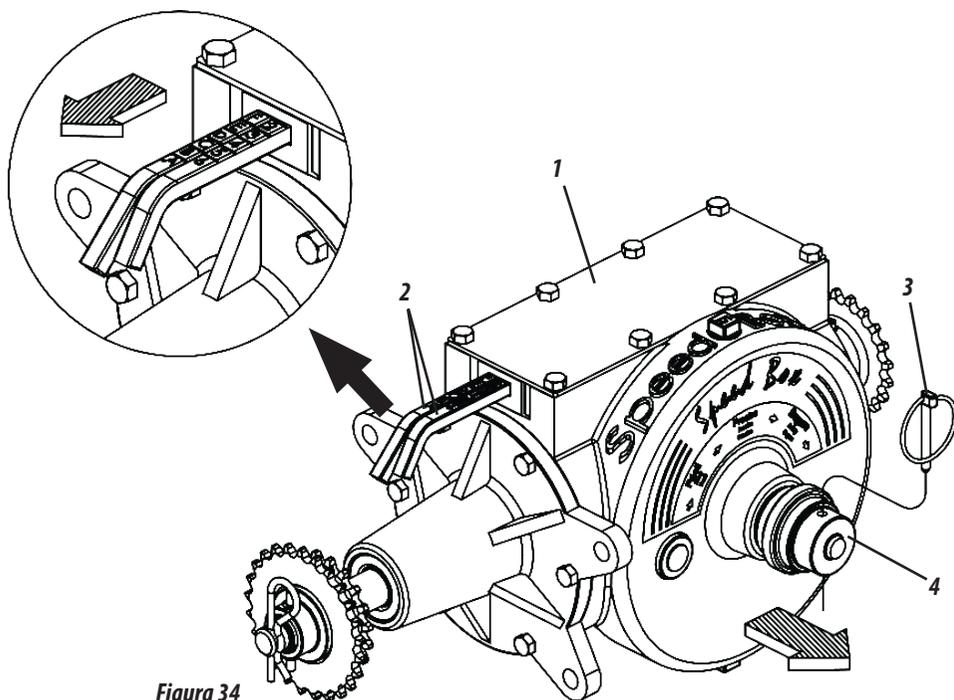

Figura 34
## SPEED BOX ( FIGURA 34 )
- 1- Seleccione la cantidad deseada en las Tablas y verifique la combinación correspondiente en las palancas (2). Ejemplo: Posición **F2** en la tabla, indica que la palanca con letras debe estar en la posición "**F**" y la palanca con números debe estar en la posición "**2**", **como se muestra en la Figura 34**.